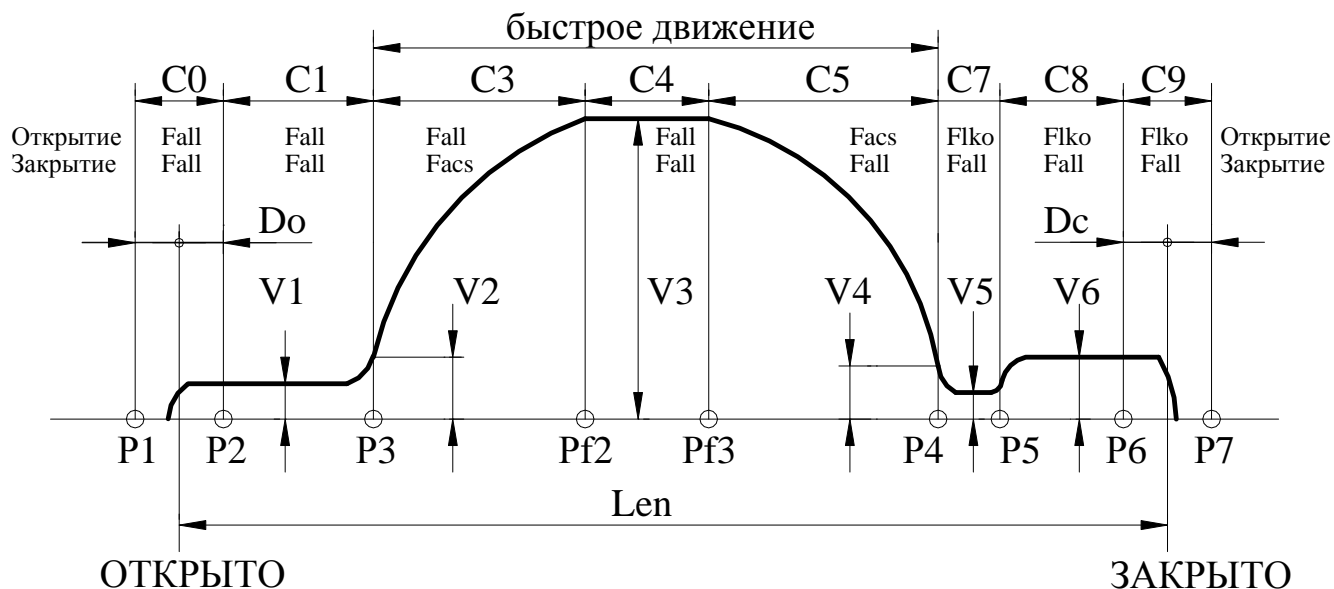

Рис.4. Траектория движения.
- **C.Err** – участок движения (**рис.4**), на котором произошла ошибка при наличии синхронизации,  $C\_err=11$  при отсутствии синхронизации.
- **Е0L** – переезд зоны полного открытия (**С0, рис.4**) или полного закрытия (**С9, рис.4**). *Синхронизация* в этом случае выключается. Ошибка сбрасывается при смене кода направления движения. При повторном неоднократном возникновении данной ошибки нужно провести **измерение проема**, если затем эта ошибка все равно будет возникать, необходимо проверить механику привода.
3.6.1. Рис.4, на котором показана траектория движения, отслеживаемая Устройством, поясняет назначение многих параметров, рассмотренных ниже. На рис.4 отображено также распределение сил на участках траектории отдельно при открытии и при закрытии (при переходе в режим удержания устанавливается соответствующая сила удержания).
- Если  $Var_{sl} = 1$ , то точка препятствия запоминается и происходит замедление скорости движения при подходе к точке препятствия до  $V_{bar}$ . При отсутствии препятствия в том же месте, дальнейшее движение происходит по кривой, указанной на **рис.4**.
- 3.6.5.14. **Номер D** –  $C_{vko}$  (мм) – дополнительное смещение точки **P2(рис.4)** для расширения диапазона выдачи и удержания сигнала ВКО.
- 3.6.5.15. **Номер E** –  $C_{vkz}$  (мм) – дополнительное смещение точки **P6 (рис.4)** для расширения диапазона удержания сигнала ВКЗ.